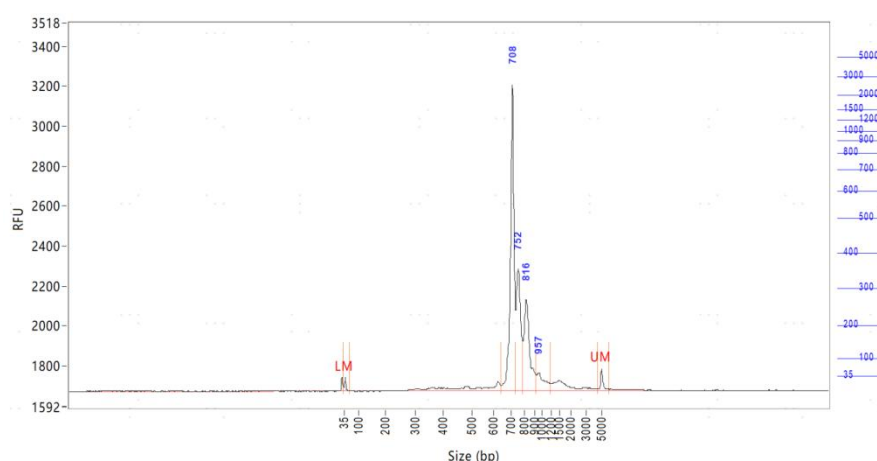

图 6 全长 BCR 二轮富集产物质检图
- 3) 质检结果请参照图 6, 显示一条特异条带, 在 700bp 左右。